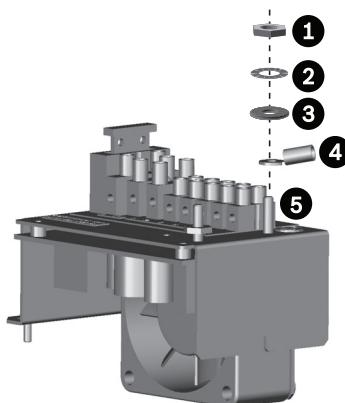

Figure 5.7 Mise à la terre de sécurité
Une cosse est fournie pour raccorder le fil de terre de sécurité externe au contact de mise à la terre au niveau du support PCB. Voir *Figure 5.7*.
- Reconnectez les fils de terre dans l'ordre indiqué dans l'illustration *Figure 5.7*: